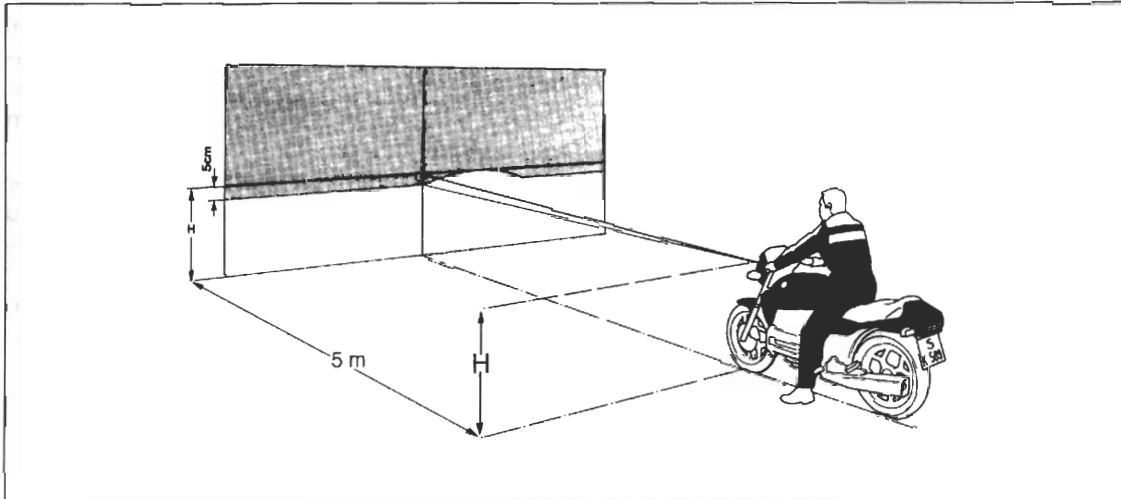

Bild 66
- Abstand vom Boden bis zur Scheinwerfermitte messen und auf Wand mit Kreuz (Kreide o.ä.) markieren. 5 cm unter diesem Kreuz zweites Kreuz einzeichnen (Bild 66).